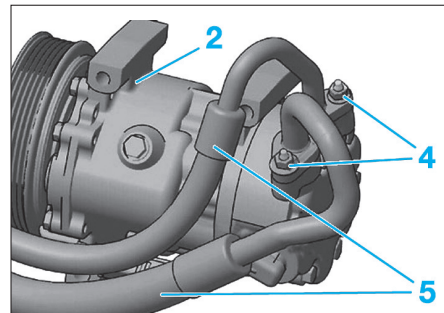

Fig. 41
- Déposer les vis (3) partiellement, et déposer les écrous (4) (Fig.41).